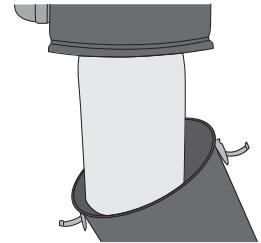

figure 14
1. To remove the filter, first remove the dust receptacle (**figure 14**).
Pour enlever le filtre, détacher la cuve (**figure 14**).